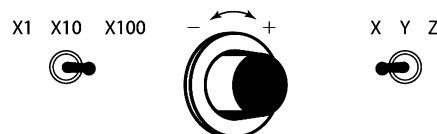

Figura 3-20 Identifique o nome e o propósito destes três controles CNC que trabalham juntos.
13. Identifique, na Figura 3-20, os três controles CNC que trabalham juntos e explique seu propósito.